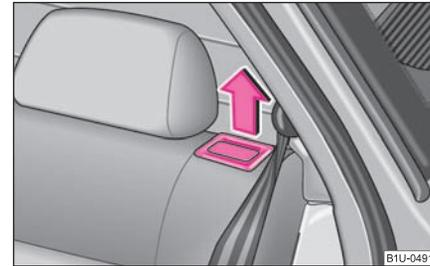

Fig. 65 Déverrouiller le dossier du siège
- Déverrouillez les dossiers des sièges arrière en tirant le bouton de sécurité ⇒ fig. 65 et rabattez-le vers l'avant.